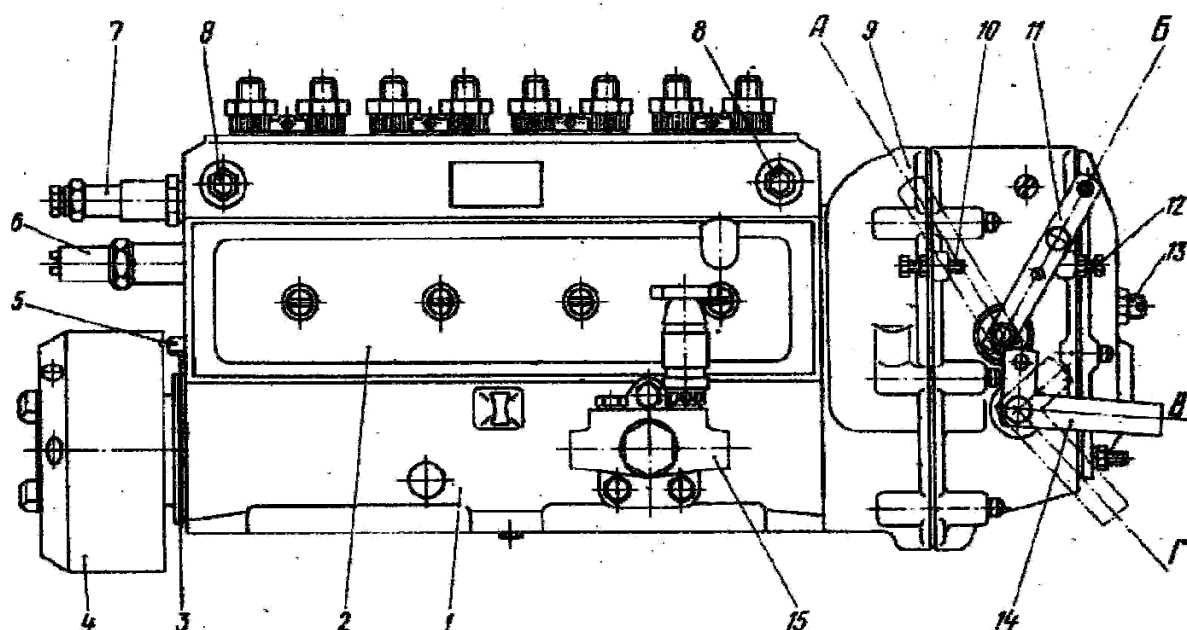

Рис. 3.18. Топливный насос высокого давления
радиальное отверстие для отвода топлива, просочившегося через зазор в плунжерной паре. Уплотнение между втулкой плунжера и корпусом насоса осуществляется резиновым кольцом. Из полости вокруг втулки плунжера просочившееся топливо отводится в общий канал, проходящий вдоль корпуса насоса, и далее через дренажный трубопровод. Секции смонтированы в корпусе, в нижней части которого помещается кулачковый вал. Топливный насос высокого давления в сборе с муфтой опережения впрыскивания, регулятором частоты вращения и топливоподкачивающим насосом изображен на рис. 3.18. Кулачковый вал насоса вращается в роликовых конических подшипниках и промежуточной опоре. Осевой люфт кулачкового вала в пределах 0,01—0,07 мм ре-
1. Минимальная частота вращения холостого хода регулируется болтом **12** (рис. 3.18) и корпусом буферной пружины **13**.